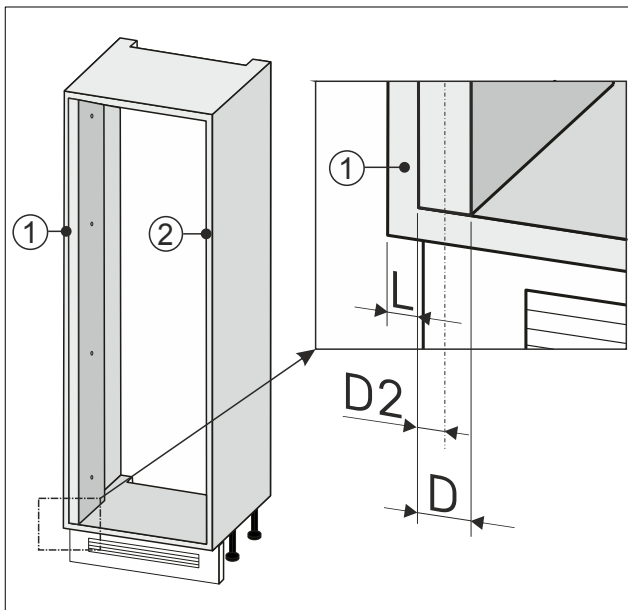

Fig. 94
- Noter den halve bredden Fig. 94 (D2) på veggutjevningen.